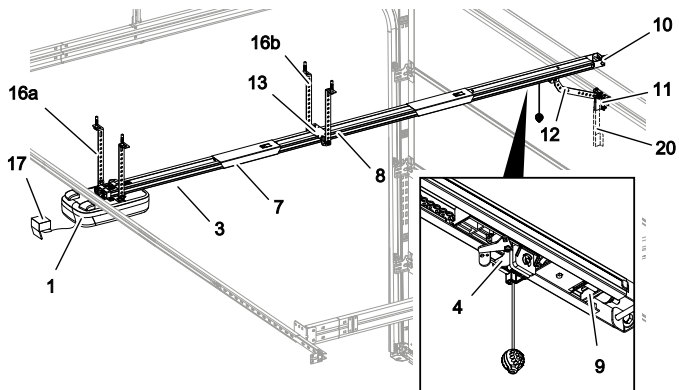

Fig. 1: Vista general del producto - Montado
Despliegue completamente los carriles (3 y 8). Coloque el conector de carriles (7) en el centro, sobre el borde de unión. Tense la cadena o la correa dentada si fuera necesario (fig. 1).